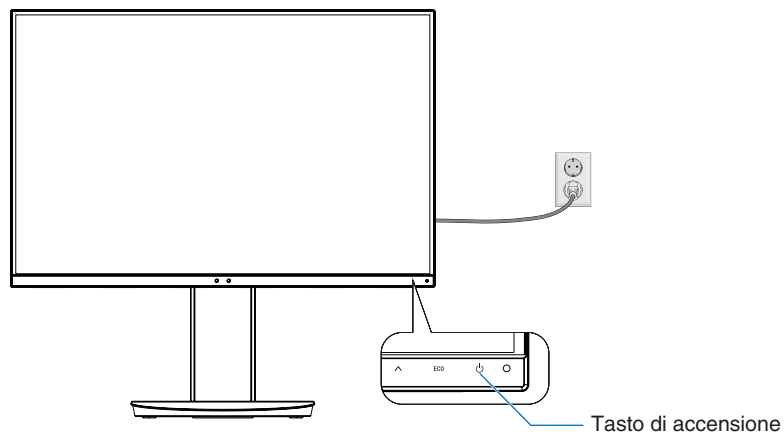

Figura 7
7. Accendere il monitor premendo il tasto , quindi accendere il computer (**Figura 7**).